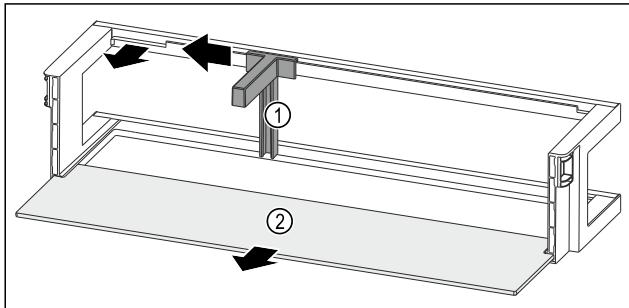

Fig. 92 带瓶托和搁板的门边存放架
- ▶ 将瓶托 Fig. 92 (1)推至槽边。
- ▶ 取出瓶托 Fig. 92 (1)。
- ▶ 取出搁板 Fig. 92 (2)。